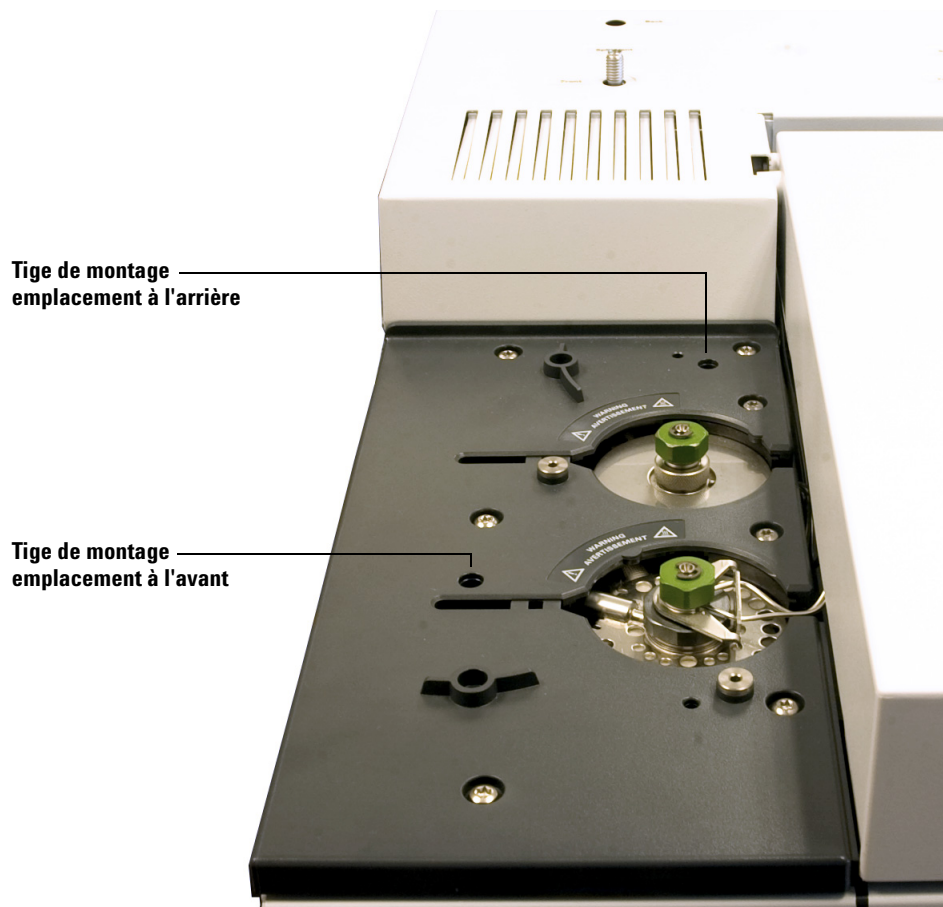

Figure 14 Emplacements de la tige de montage sur un CPG 7820A (identiques pour un CPG 7890A)
- Pour un CPG 7890A, un CPG 7820A ou un CPG/DDM 5975E, installez la tige de montage dans le cache-injecteur, sur l'emplacement avant ou arrière (voir Figure 14). La tige doit être entièrement enfoncée.